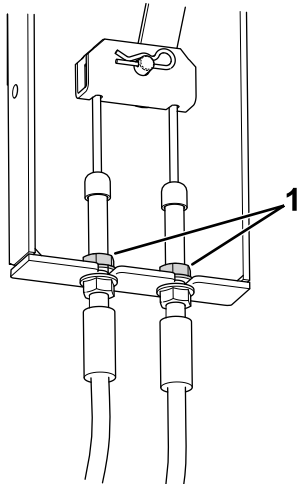

Рисунок 73
3. Найдите крепление троса тормоза (Рисунок 73) под левой стороной машины рядом с левым колесом.